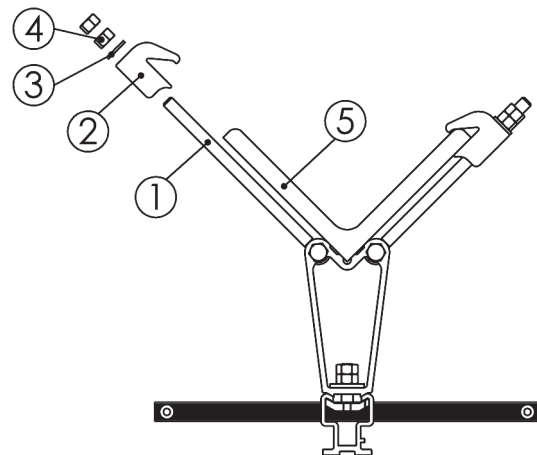

Abb. 12 Befestigung für Eckstiele
Die Befestigungen werden mit den Augenschrauben (1), Klemmen (2), Scheiben (3), Muttern und Kontermuttern (4) am Bauwerk befestigt (Abb. 12).